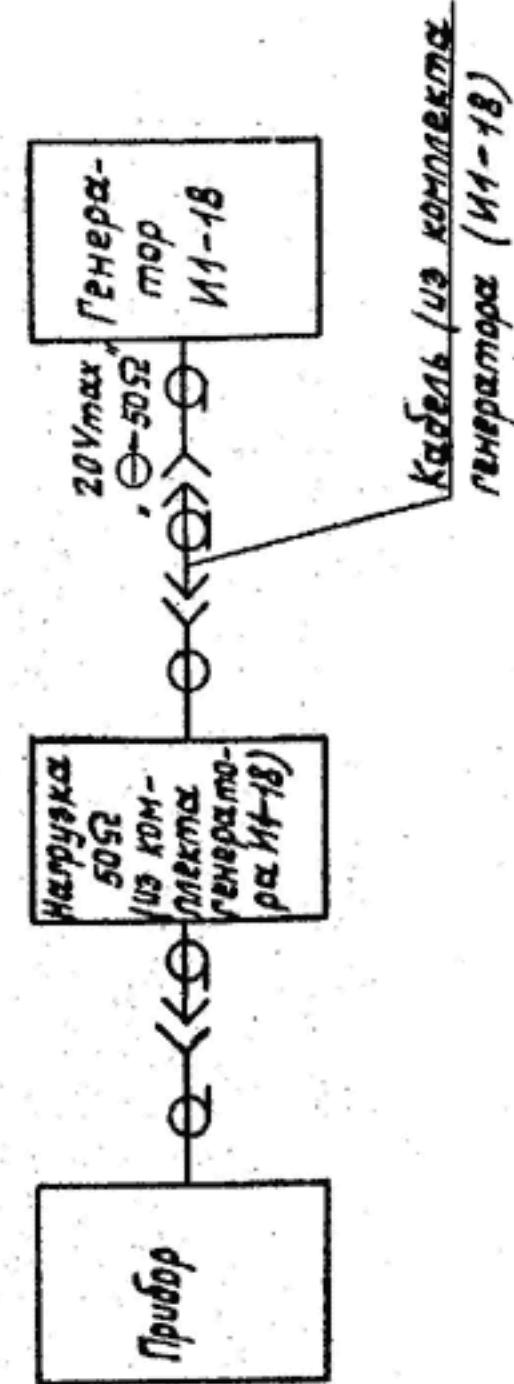

РИС. 15.1
15.4.6. ОПРЕДЕЛЕНИЕ ВРЕМЕНИ УСТАНОВЛЕНИЯ ПХ И НЕРАВНОМЕРНОСТИ ПХ НА УЧАСТКЕ УСТАНОВЛЕНИЯ ПРОВОДИТЬ ПО СХЕМЕ СМ. РИС. 15.1.
15.4.5. ОПРЕДЕЛЕНИЕ ВРЕМЕНИ НАЧАСТИЯ И ВЫБРОСА ПХ ПРОВОДИТЬ ПО СКЕМЕ РИС. 15.1.